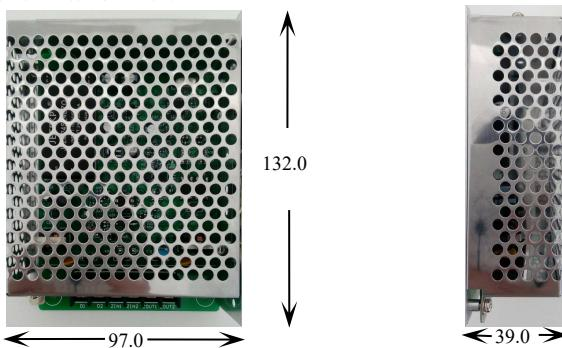

图 1 外观结构及安装尺寸
- 1、外观结构如图 1 所示，单位：mm。
1、CAN 扩展接口安装如图 1 所示。CAN 扩展接口用于火灾报警与其他联动系统之间联网扩展时，应安装在联网主机内。